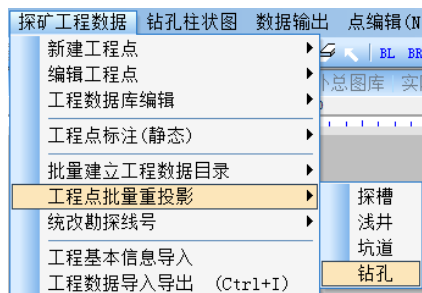

图 34
- d. 选择菜单“探矿工程数据”→“工程点批量重投影”→“钻孔”（见图 34）；